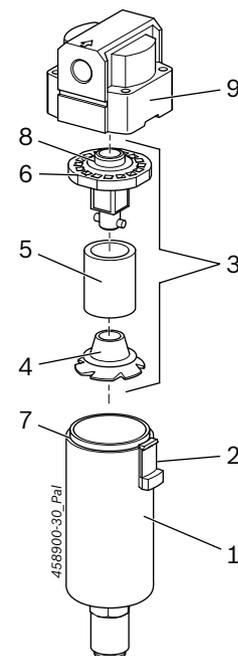

Рис. 43: Обзор пневмоблока
3. Демонтировать емкость для конденсата (Рис. 43, поз. 1). Для этого сдвинуть блокировку (Рис. 43, поз. 2) вниз, выкрутить емкость для конденсата (Рис. 43, поз. 1) и потянуть вниз.
4. Провернуть узел фильтра (Рис. 43, поз. 3) в емкости для конденсата на 45° и вынуть его из емкости.
5. Повернуть отклоняющую пластину (Рис. 43, поз. 4) вниз на фильтрующем элементе и демонтировать.
6. Вынуть фильтрующий элемент (Рис. 43, поз. 5) из дефлектора (Рис. 43, поз. 6).
1. Сдвинуть новый фильтрующий элемент (Рис. 43, поз. 5) на дефлектор (Рис. 43, поз. 6).
2. Закрепить отклоняющую пластину (Рис. 43, поз. 4).
3. Перед монтажом узла фильтра убедиться, что уплотнительное кольцо круглого сечения (Рис. 43, поз. 7) находится на емкости для конденсата и правильно смонтировано.
4. Вставить узел фильтра (Рис. 43, поз. 3) в емкость для конденсата и для закрепления повернуть на 45°.
5. Перед монтажом емкости для конденсата убедиться, что уплотнительное кольцо круглого сечения (Рис. 43, поз. 8) находится на дефлекторе и правильно смонтировано.
6. Закрепить емкость для конденсата (Рис. 43, поз. 1) на пневмоблоке (Рис. 43, поз. 9).